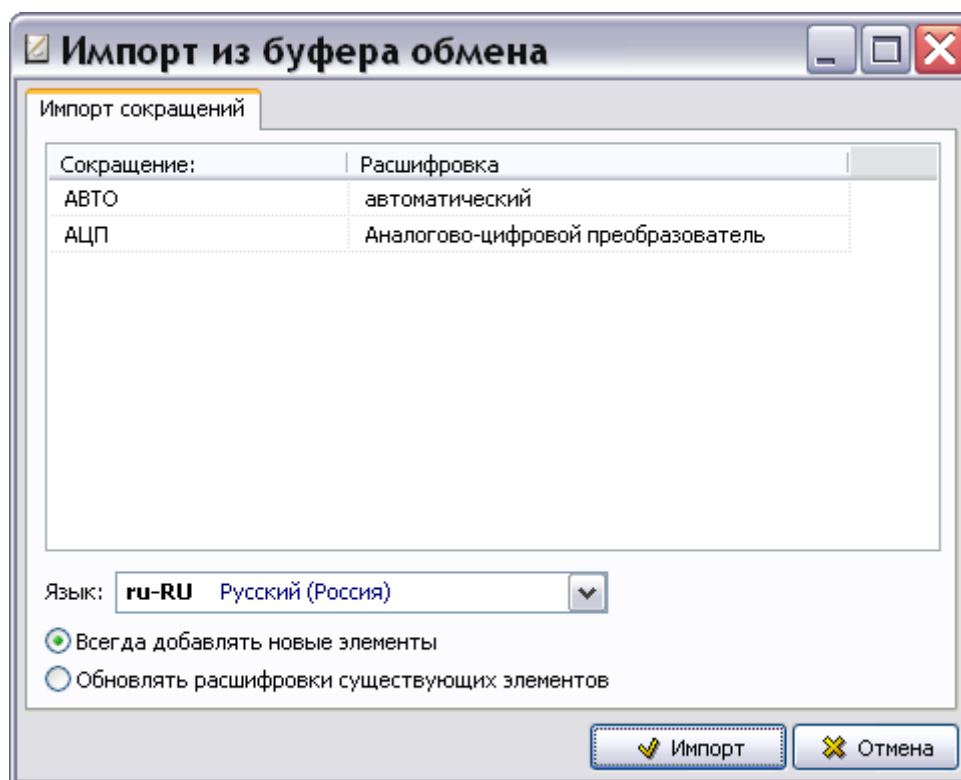

Рис. 3.59
3. На инструментальной панели правого окна нажмите на кнопку **Импорт из буфера обмена** . После этого появится диалоговое окно **Импорт из буфера обмена** (Рис. 3.59).